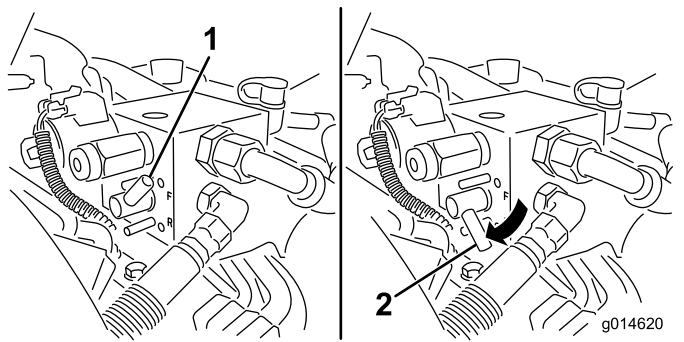

図 51
5. バックラップレバーを逆転R位置にセットする(図 51)。